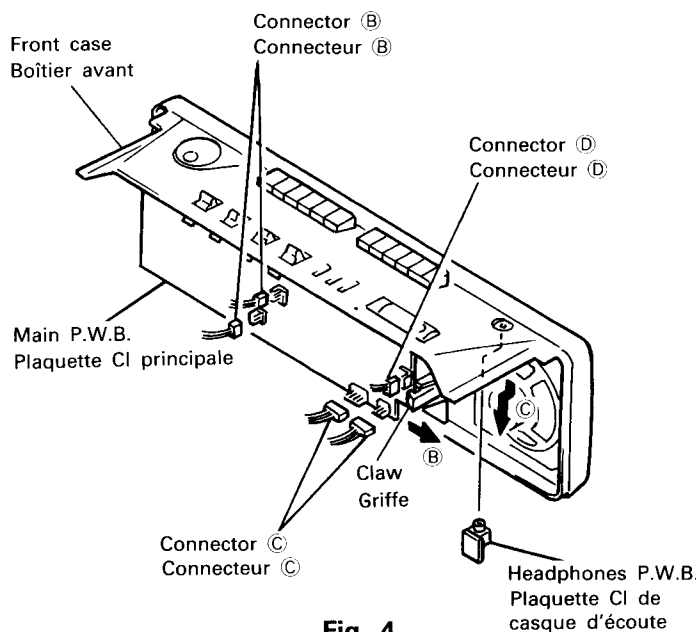

Fig. 4
5. Headphones P.W.B. (Fig. 4)
5. Plaquette CI de casque d'écoute (Fig. 4)